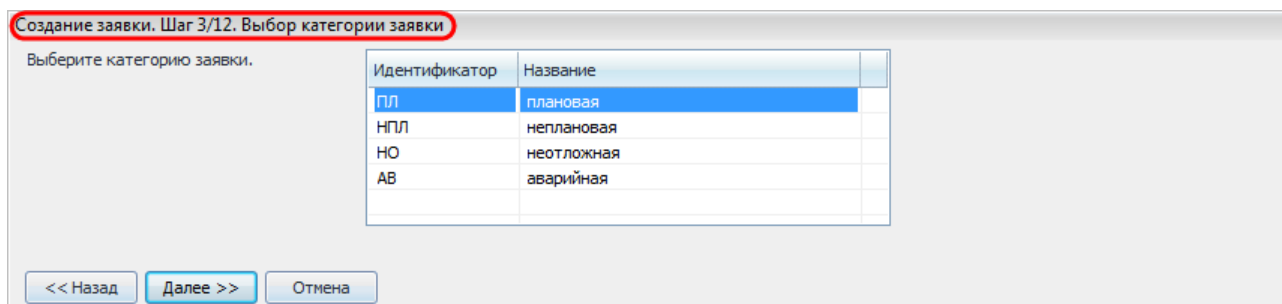

Рисунок 10.11 – Выбор категории заявки
- **«Шаг 3/12. Выбор категории заявки».** На данном шаге необходимо выбрать категорию создаваемой заявки из представленных категорий в списке (Рисунок 10.11):